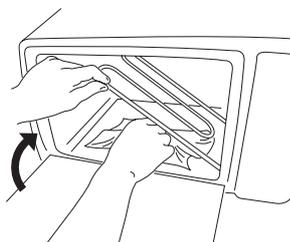

Abb. 5
Um zur Reinigung leichter an die untere Wand im Ofen zu gelangen, das Heizelement der Unterhitze (L) hochheben, indem Sie es zur rechten Wand hin anheben (siehe Abbildung 5).